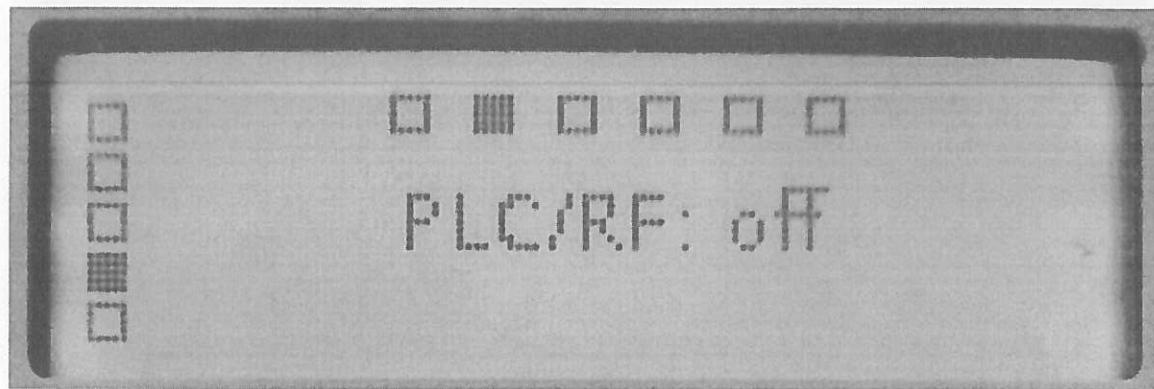

Рисунок 4.11
- Режим работы модема PLC, RF868/RF433 (рисунок 4.11);